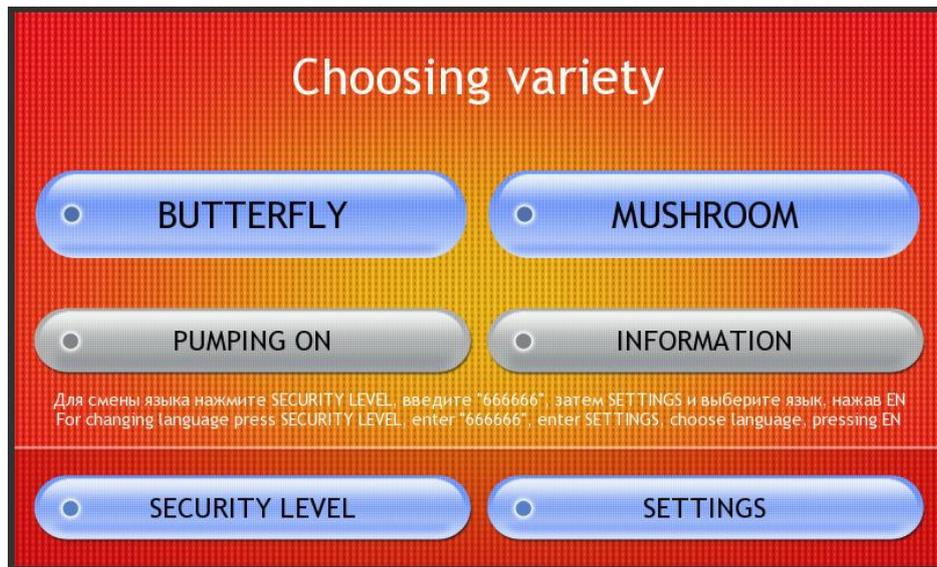
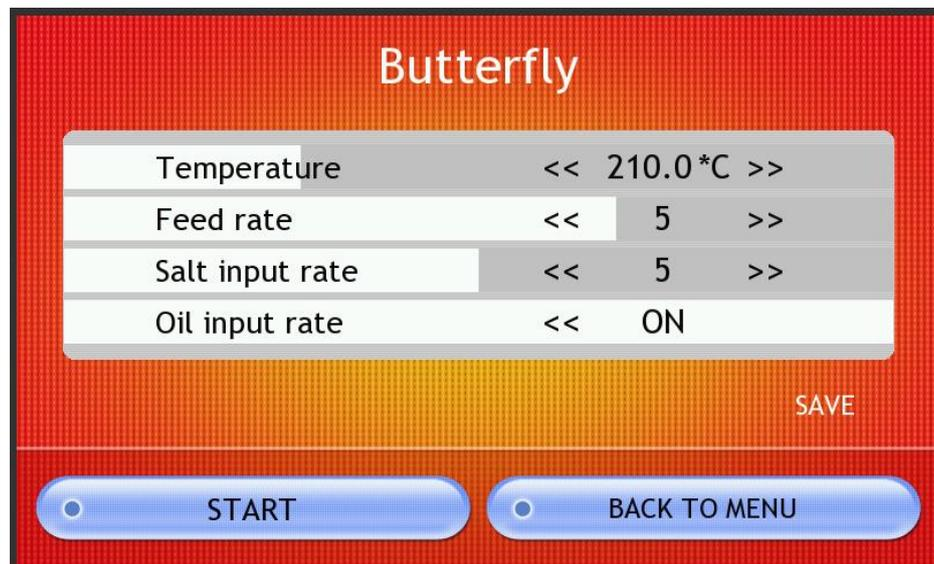

Fig. 5. Main screen
Fig. 6. Pantalla de receta
4. Haber realizado las operaciones del apartado 3, que debe seleccionar en la pantalla principal (fig. 5) el tipo requiere palomitas y pulse <<START>> (fig. 6). El resto se hará automáticamente; la máquina se calentará y comenzará la preparación de las palomitas de maíz en 12-15 minutos.